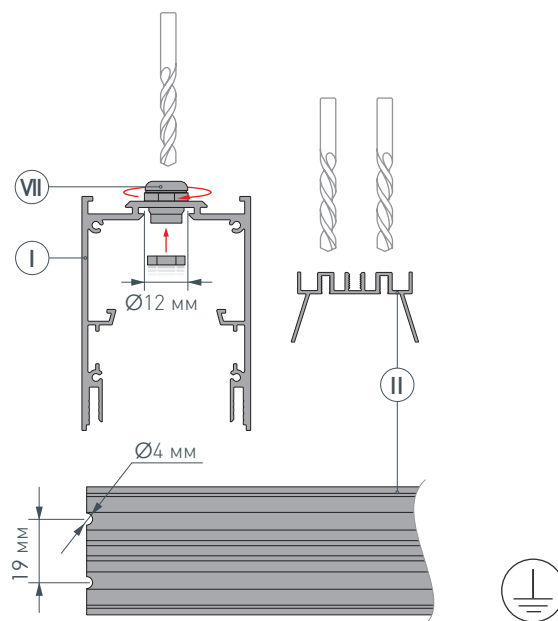

Рис. 1. Подготовка отверстий для вывода кабелей на основании для светодиодной ленты **Ⓙ**. Вид сверху
- 1** / Просверлите отверстие $\varnothing 12$ мм в профиле **Ⓘ** для вывода сетевого кабеля, а также для установки клемм заземления профиля и блока питания. Затем просверлите два отверстия $\varnothing 4$ мм в основании для ленты **Ⓙ** для вывода кабеля питания светодиодной ленты, как показано на рис. 1. **Установите клеммы заземления профиля и блока питания.** Установите и зафиксируйте в профиле **Ⓘ**, в отверстии для сетевого кабеля медную муфту **ⓋⒿ**.